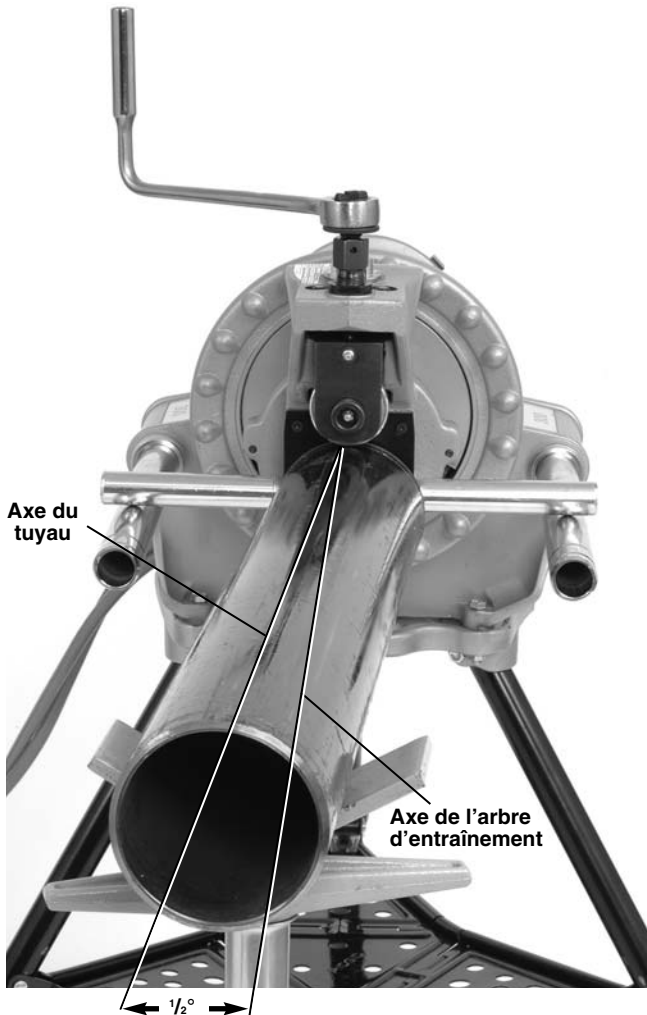

Figure 9 – Déport du tuyau de 0,5 degrés vers l'opérateur (schématisé)
- Déportez légèrement l'extrémité du tuyau et les portetubes vers l'utilisateur pour obtenir une dérivation d'environ 0,5 degrés (voire, 25 mm à 3 mètres de la rainureuse). Ce léger déport aidera à aligner le tuyau en cours de rainurage (Figure 9).
- Augmentez légèrement de déport axial du tuyau de 1/2 degré à 1 degré (*Figure 9*).